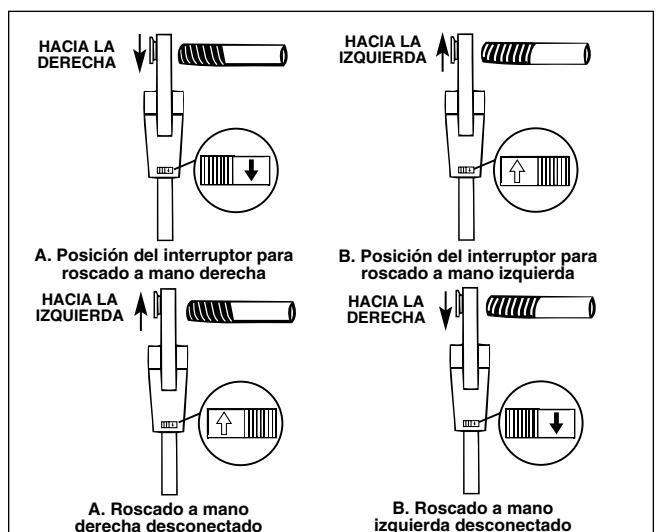

Figura 6 – Interruptor para el cambio de dirección del roscado o de orientación de las terrajas
- Coloque el interruptor direccional en la posición deseada para roscar hacia la derecha o hacia la izquierda (*Figura 6*).